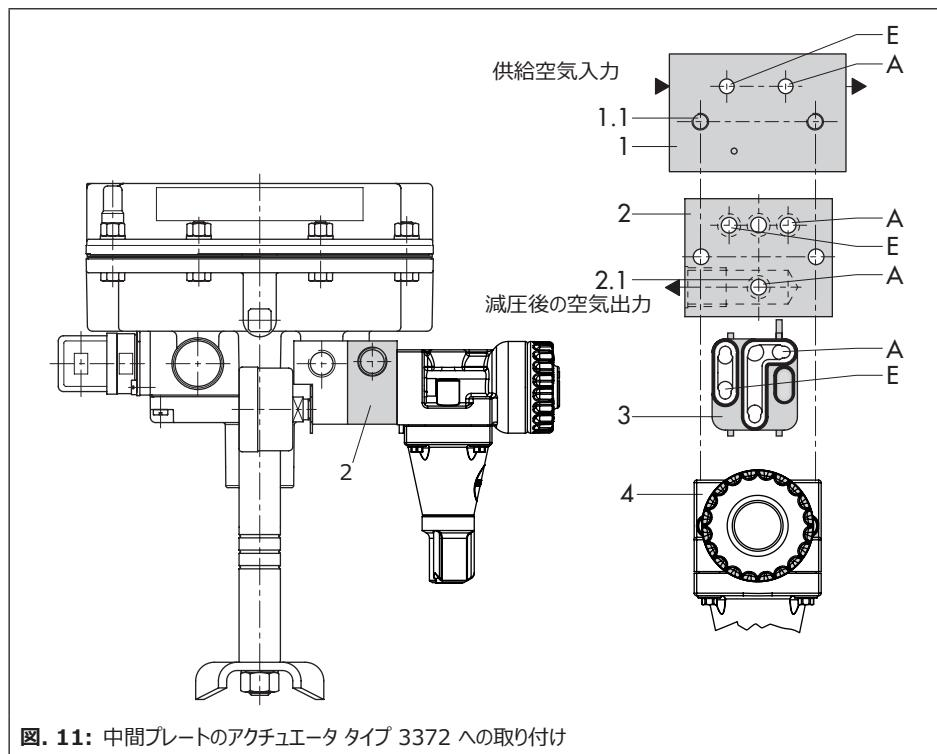

図. 11: 中間プレートのアクチュエータ タイプ 3372 への取り付け
1. 固定ねじを外し、供給圧レギュレータ (4) を分流ガスケット (3)と一緒にアダプタプレート (1) から持ち上げます。供給圧レギュレータ内の分流ガスケットの位置を変えないようにしてください。
→ 分流ガスケット (3) の長いゴム製の突起部分が、常にレギュレータの出口方向に向くようにしてください（供給圧の低下）。「図. 10」および「図. 11」を参照してください。
2. O リング (2.1) を中間プレート (2) のボアホールに挿入します。
4. 供給圧レギュレータ (4) を分流ガスケット (3) と一緒に中間プレート (2) 上に配置します。長い方の固定ねじを挿入し、部品を固定します。